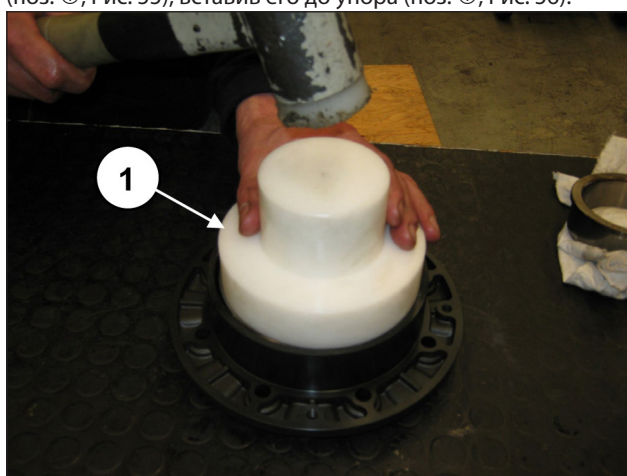
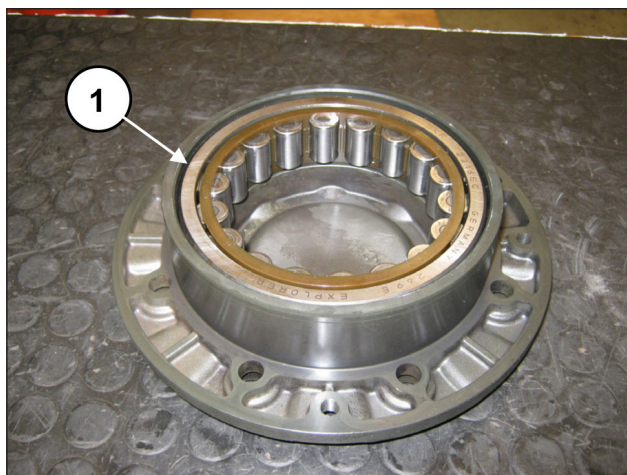

Рис. 55
Рис. 56
Повторите операцию на крышке подшипника, предварительно установив внешнее кольцо подшипника коленчатого вала с помощью инструмента арт. 27605000 (поз. ①, Рис. 55), вставив его до упора (поз. ①, Рис. 56).